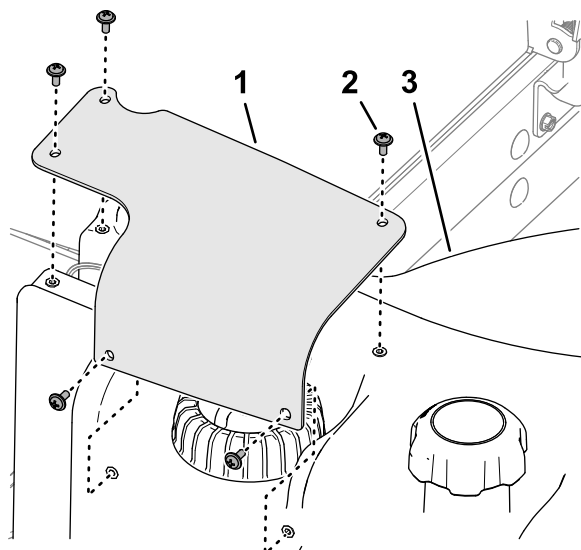

Bild 88
- Entfernen Sie die fünf Kreuzschlitzschrauben, mit denen der Kraftstoff-Füllstandsensorm am Kraftstofftank befestigt ist, und nehmen Sie die Abdeckung ab (Bild 88).